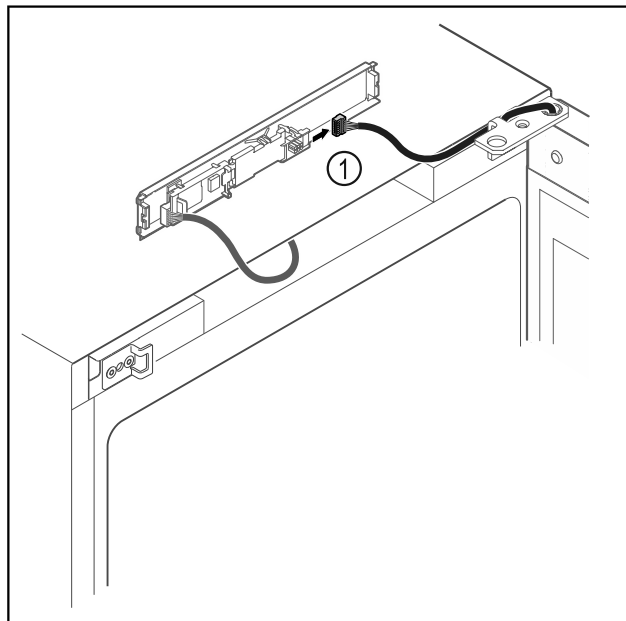

Fig. 16
► Shkëputni spinën Fig. 16 (1) nga qarku.